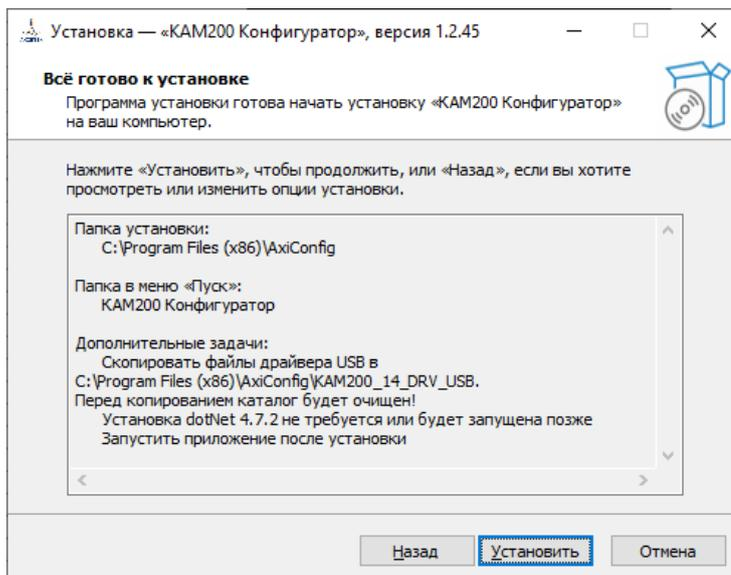

Рисунок 5 – Окно установки программы «КАМ200 Конфигуратор»
6. После выбора опций установки нажать кнопку «Установить» (см. рисунок 5).